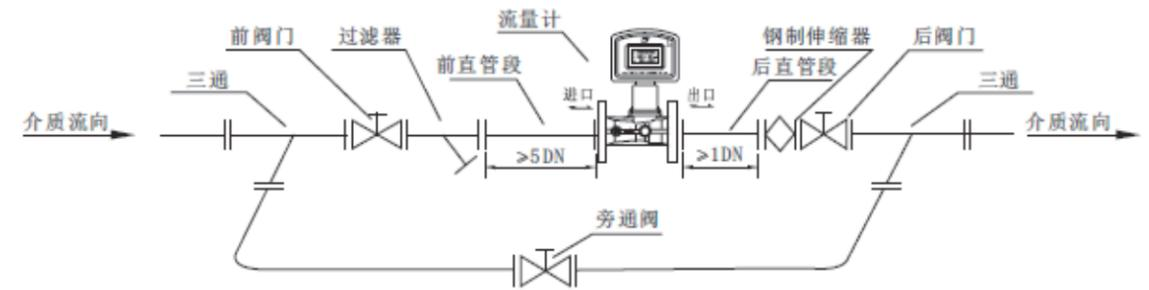

图 5 流量计水平安装示意图
- c. 为了便于维修, 不影响流体正常输送, 建议按图 5 所示设置旁通管道。